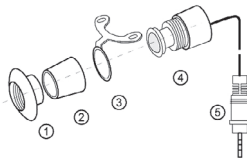

рис. 2. Элементы камеры и её крепёж
- Кронштейн может быть закреплен с помощью шурупов или винтов, входящих в комплект. При предварительном монтаже не затягивайте их до конца, оставьте возможность точной настройки положения камеры. Воспользуйтесь технологическим отверстием и пропустите вовнутрь штекер от видеокамеры (поз. 5, рис. 2). В случае отсутствия технологического отверстия просверлите в обшивке автомобиля отверстие необходимого размера и пропустите вовнутрь штекер от видеокамеры.
- Вставьте в отверстие резьбовое кольцо (поз. 1, рис. 2) до упора. С внутренней стороны бампера закрутите камеру. Не затягивайте резьбу слишком сильно.